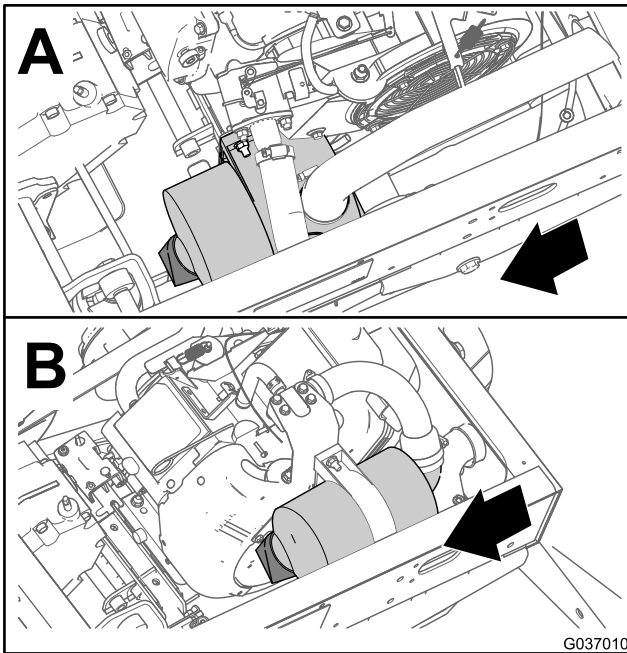
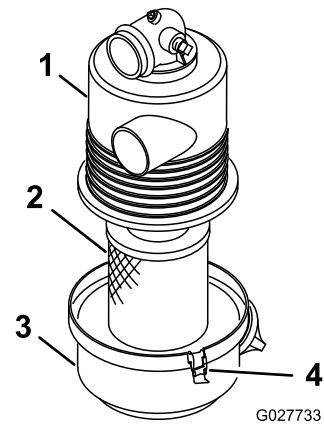

图 29
图 30
2. 检查空气滤清器壳体是否有可能导致空气泄漏的损坏（图 29和图 30）。
3. 松开将空气滤清器盖固定到空气滤清器外壳上的门锁（图 30）。
4. 从空气滤清器外壳上分离空气滤清器盖，并清洁盖子的内部（图 30）。
3. 将空气滤清器滤芯插入空气滤清器外壳（图 30）。
4. 将空气滤清器盖与空气滤清器外壳对齐（图 30）。
5. 用门锁（图 30）将盖子固定到外壳上。